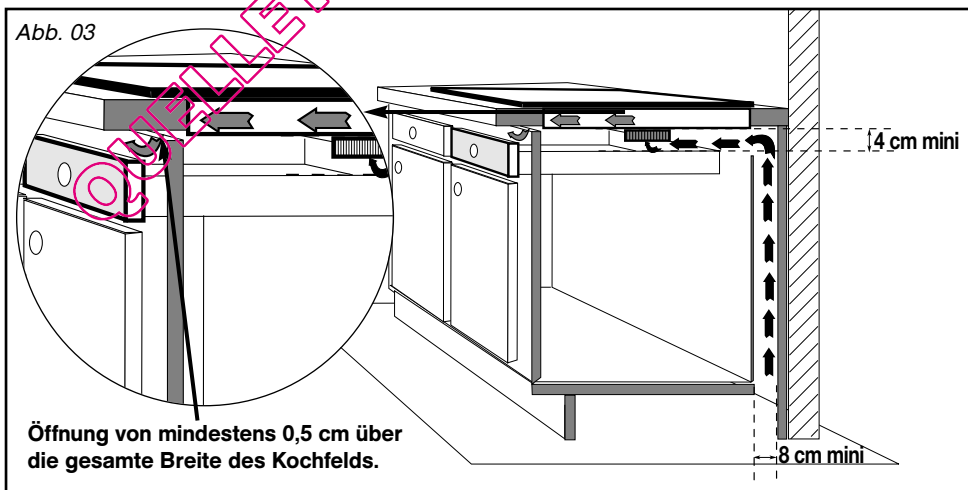

Abb. 03
• Über einem leeren Möbel oder einer Schublade (Abb. 03).